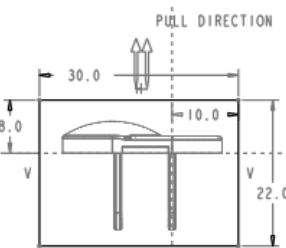

图 13.4 截面草图
(1) 选择命令。单击 **模具** 功能选项卡 **形状** ▾ 区域中的 按钮。
(2) 创建实体拉伸特征。
① 选取拉伸类型。在出现的操控板中, 确认“实体”类型按钮 被按下。
② 定义草绘截面放置属性。在绘图区右击, 从系统弹出的快捷菜单中选择 **定义内部草绘...** 命令。然后选择 MOLD_FRONT 基准平面作为草绘平面, 草绘平面的参考平面为 MOLD_RIGHT 基准平面, 方位为 **右**, 单击 按钮, 系统至此进入截面草绘环境。
③ 进入截面草绘环境后, 选取 MAIN_PARTING_PLN 基准平面和 MOLD_RIGHT 基准平面为草绘参考, 然后绘制图 13.4 所示的截面草图; 完成特征截面的绘制后, 单击“草绘”操控板中的“确定”按钮 。